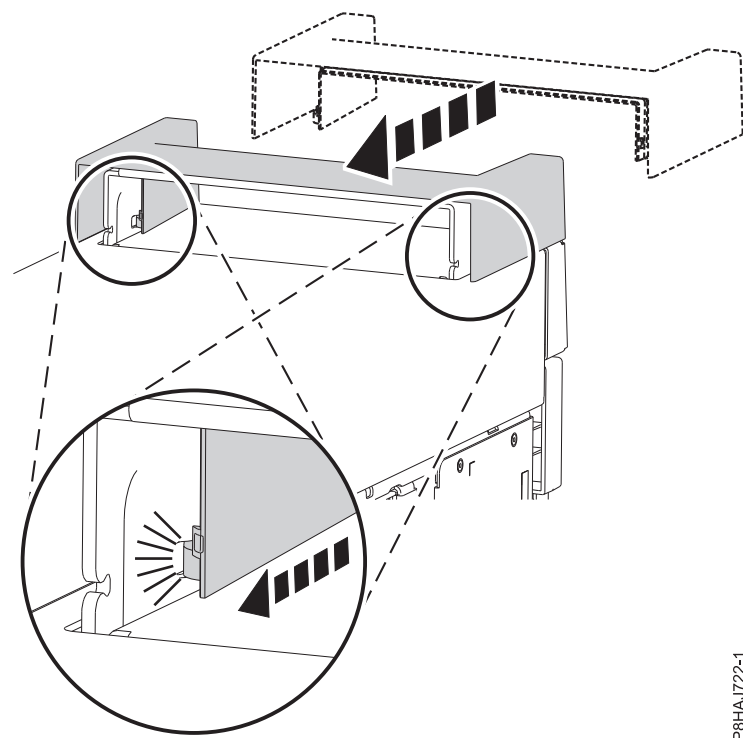

Figure 36. Mise en place de la poignée sur un système autonome 8286-41A
1. Fixez la poignée à la station d'accueil RDX interne (FC EUA3) en la faisant coulisser vers l'arrière du système. Voir figure 36.